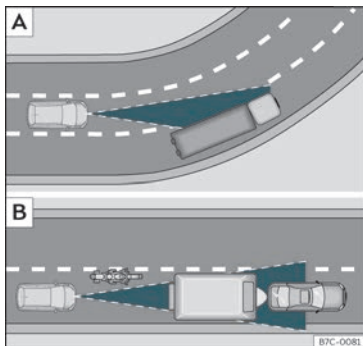

Fig. 173 **A** Veicolo in curva. **B** Motociclista che circola anteriormente fuori dal raggio d'azione del sensore radar.
L'ACC potrebbe non rilevare il veicolo che precede in una curva o potrebbe regolare la distanza con veicoli che si trovano su altre corsie >>> **fig. 173 A**.
- Veicoli che circolano disallineati o al di fuori del raggio di rilevamento del sensore, ad esempio motocicli. >>> **fig. 173 B**